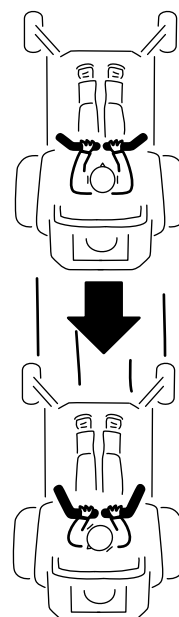

Figura 27
2. Para desplazarse marcha atrás, tire lentamente de las palancas de control de movimiento hacia atrás (Figura 27).